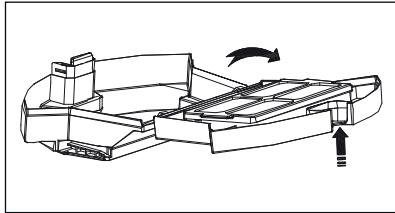

Fig. 8
- 2) Tryk på oplåsningsknappen 13 på støvbeholderen 14, og klap den op (se fig. 8).